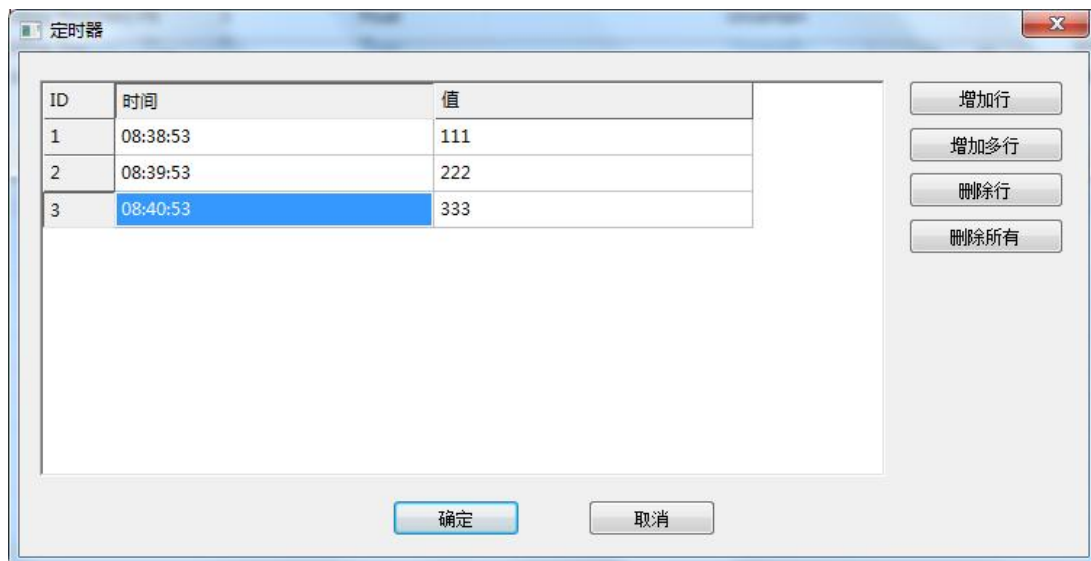

图 3-13-7 “定时器”编辑对话框
4) **时间、值**：点击“周一...”可进入周一的定时器设定；网关的当前时间到达设定的时间后，会将设定的值写入定时组的变量中。如图 3-13-7 所示。